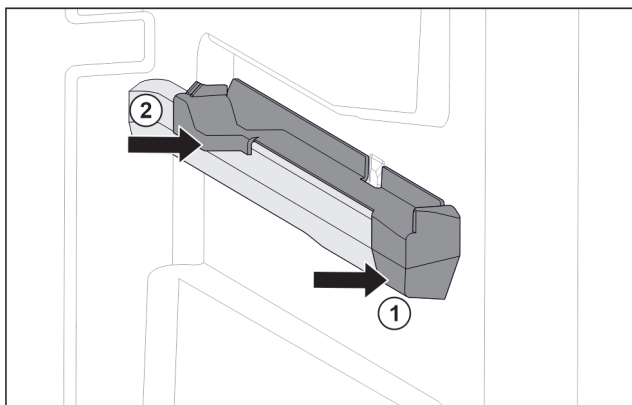

Fig. 80 Påsætningsdel på den højre beholderrist
- ▶ Sæt den forreste del af påsætningsdelen på beholderristen. Fig. 80 (1)
- ▶ Tryk den bageste del af påsætningsdelen på. Fig. 80 (2)